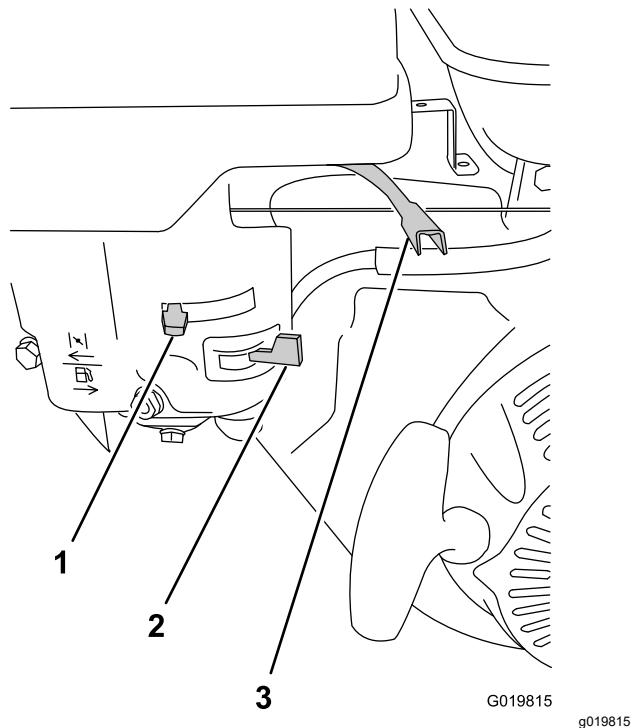

Figura 28
2. Mueva la válvula de combustible a la posición de ABIERTO, totalmente hacia la derecha (Figura 28).
3. Mueva la palanca del estárter a la posición de ACTIVADO (Figura 28).